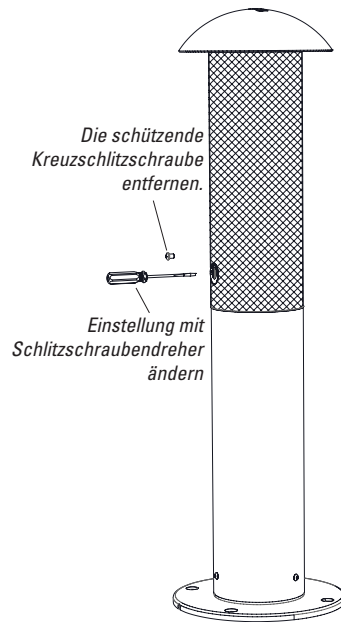

Abbildung 29
3. Der Lautsprecher L41XC wird mit einem auf 60W geregelten Transformator geliefert. Wenn eine niedrigere Leistungseinstellung verwendet werden soll, verwende einen Kreuzschlitzschraubendreher, um die schützende Kreuzschlitzschraube zu entfernen, wie in Abbildung 29 dargestellt.